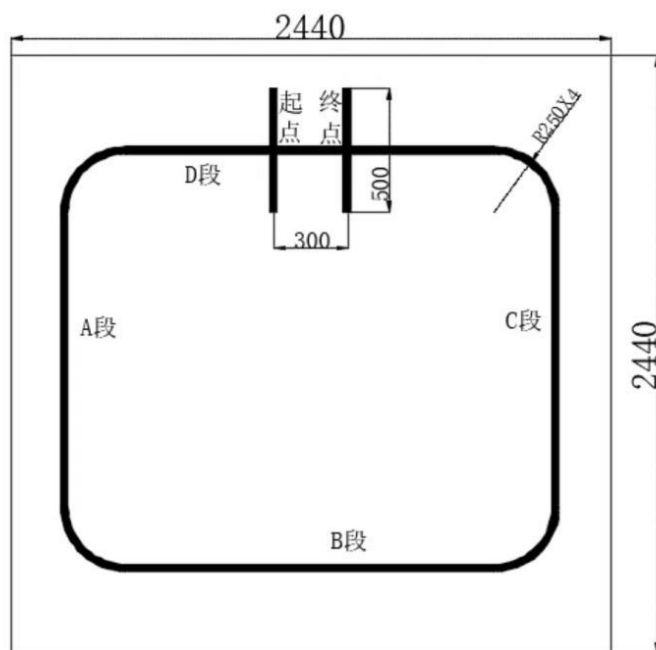

图 D-1 场地示意图
设计并制作一个轮式智能车。具有自动判断轨迹、驶过阶梯和窄桥、避让和移动障碍物等功能。场地外边界各边长 $\leq 2440\text{mm}$,场地设置环形轨迹线、起点和终点,如图D-1所示。
(1) 场地恢复如图 D-1 所示，在智能车从起点标记线出发（车体不得超出该线），自动沿环形轨迹线逆时针方向运行在 A 段、B 段、C 段、D 段到达终点。
(2) 场地恢复如图 D-1 所示，智能车从起点标记线出发（车体不得超出该线），自动沿环形轨迹线逆时针方向进入 A 段，在 A 段完成上、下窄桥后，自动沿环形轨迹线运行在 A 段、B 段，在 B 段驶过阶梯后，再自动沿环形轨迹线运行在 B 段、C 段、D 段到达终点。
(3) 智能车结合其实际运行状态准确发出语音提示。语音信息包括：离开起点、到达终点；上窄桥、离开窄桥；上阶梯、离开阶梯；转弯请注意。
(1) 智能车将完成基本要求(2)的各段时间及总时间信息采集，利用无线传输方式，实时上传给智能手机，要求在智能手机显示屏的一屏内顺序显示全部上传的信息。
(2) 场地恢复如图 D-1 所示，智能车从起点标记线出发（车体不得超出该线），自动沿环形轨迹线逆时针方向进入 A 段，在 A 段完成避让障碍物 1 后，自动沿环形轨迹线运行在 A 段、B 段。在 B 段抓起障碍物 2 后，自动沿环形轨迹线运行在 B 段、C 段、D 段，到达终点后放下障碍物 2。智能车避让障碍物 1 时，车体不能与障碍物 1 有接触，同时智能车结合其实际运行状态，车体的 LED 指示灯给出避让障碍物的转向指示。
(3) 场地恢复如图 D-1 所示，智能车从起点标记线出发（车体不得超出该线），自动沿环形轨迹线逆时针方向进入 A 段，A、B、C 三段路线障碍物随机放置，其中需要躲避和抓取的障碍物必须在同一段赛道上，运行过程中所有具体要求同上。
2. 图 D-1 中环形轨迹线宽度 30mm，可以涂墨或粘贴黑色胶带。除此之外，不允许在图 D-1 场内及场外另外再设置任何标志（包括但不限于在场地内涂浅色细线或虚线）或检测装置等。2440mm*2440mm 边界线可划线，但宽度不超过 1mm。
(2) 测试时一旦智能车超出场地边界（见图 D-1），或者智能车车体的前后左右面与地面或物体表面接触，则对应该子项测试结束。
(3) 未经评委同意，参赛选手不能人为干预测试，违者视为自动放弃后续比赛。
(4) 比赛时参赛队可以自备符合图 D-1 要求的场地图纸（或喷布）。场地上面放置的所有物品现场提供。